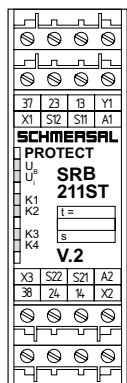

Fig. 2
**5.2 Description des bornes (voir Fig. 2):**